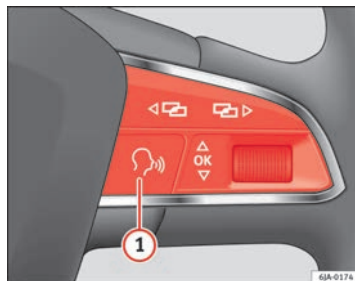

Fig. 41 Volante multifunzione: comando vocale
Premere il tasto  ① ⇒ fig. 41 sul volante multifunzione.
Se il sistema sta riproducendo un messaggio, è necessario terminare il messaggio che si sta riproducendo premendo brevemente il tasto  ① ⇒ fig. 41 del volante multifunzione.
- premendo brevemente il tasto  ① ⇒ fig. 41 sul volante multifunzione.